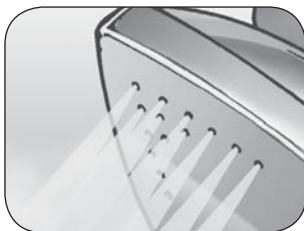

Fig. 5
- 2 Den Schalter zum Einschalten des Dampferzeugers (L) drücken.
- 3 Den Dampfabgabegriff (K) auf die gewünschte Dampfstärke drehen.
- 4 Den Schalter On/Off (O) zum Einschalten des Bügeleisens drücken.
- 5 Die gewünschte Temperatur mit dem Thermostatschalter (F) auswählen.
- 6 Um den Dampf zu benutzen, abwarten, dass sich die Kontrolllampe Dampfbereitschaft (M) einschaltet.
- 7 Bevor Sie den Dampf auf die zu bügelnde Wäsche richten, geben Sie zwei bis drei längere Dampfstöße gegen den Boden ab, um den Dampfausstoß zu stabilisieren (Fig. 5).